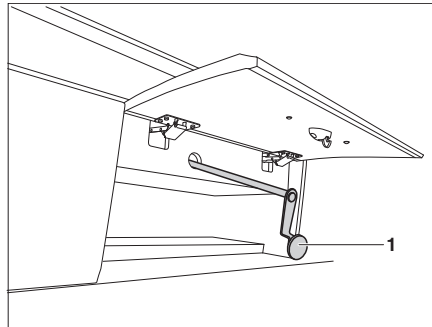

Fig. 158 Rete protettiva
- ▶ In caso di black-out elettrico il letto basculante può essere azionato anche con una manovella di emergenza (Fig. 158). Essa si trova dietro lo sportello del vano di stivaggio.